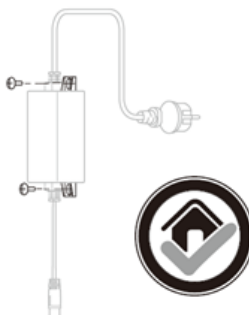

Fig.20D
**AVERTIZARE!** Nu așezați încărcătorul direct pe iarbă sau pe un spațiu umed. Pe corpul încărcătorului există orificii pentru fixarea acestuia pe un zid/suport(Fig20D).